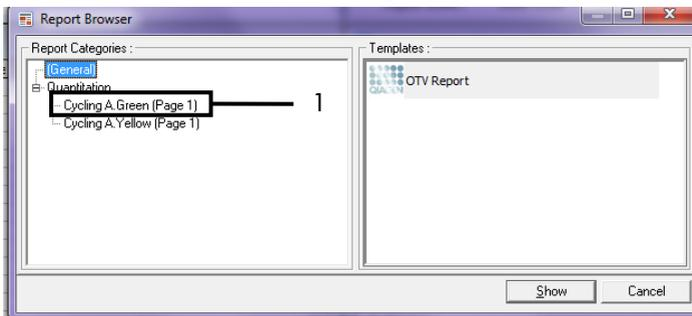

Abbildung 37. Berichtansicht (1 = „Cycling A. Green [Page 1]“ (Seite 1)).
9. Klicken Sie in der Berichtansicht unter „Report Categories“ (Berichtskategorien) auf Cycling A. Green (page 1) (Seite 1) (Abbildung 37).